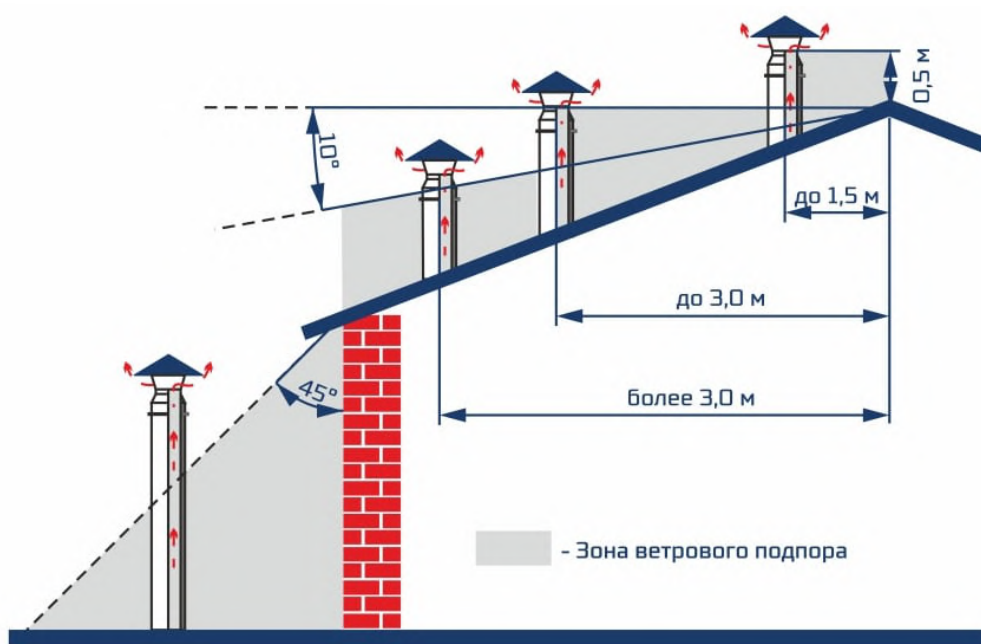

Рисунок 5 - Вылет трубы дымовой трубы в зависимости от конструкции кровли
5.4.9 Для получения нормального режима горения топлива и создания тяги необходимо иметь прямую дымовую трубу. В случае необходимости допускается прокладывать горизонтальные газоходы (борова) длиной не более 1,5 м. Высоту дымовой трубы над крышей (в зависимости от расстояния ее до конька крыши) рекомендуется выполнить как показано на рис. 5.